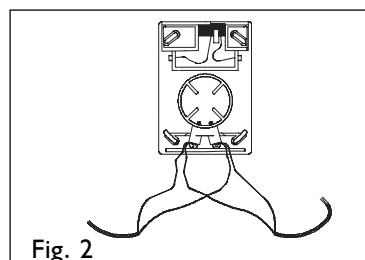

Fig. 2
2.2 Start på handtaget (fig. 2)
PM DL-modellerna är försedda med sugslang som har svagströmsledare och handtagsbrytare. Detta möjliggör att dammsugaren kan startas och stoppas med brytaren på handtaget, om anslutningarna är gjorda som i fig. 2.